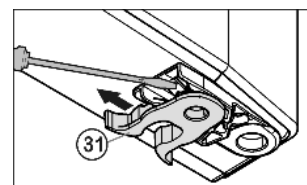

Fig. 7
- Spostare il Fig. 7 (31) morsetto a molla: Premere verso il basso il dente antisfilamento, estrarre il morsetto a molla tirando verso l'alto.